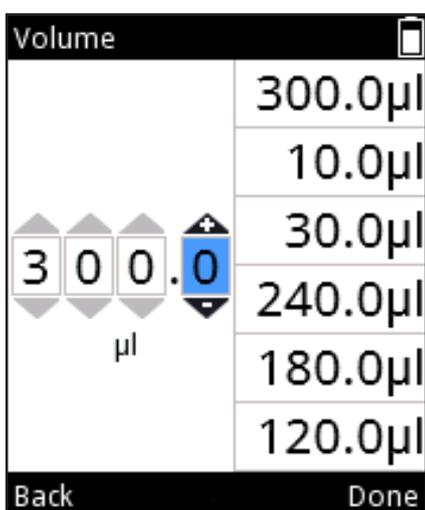

图 D6.
3. 按下  激活 Volume editor (体积编辑器)（图 D6）。
3. 按下  激活 Volume editor (体积编辑器) (图 D6)。